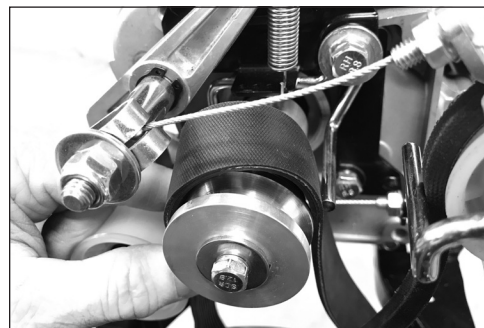

Figure 23
8. Pousser la courroie de marche avant vers le haut et la dégager de la poulie du moteur. VOIR FIGURE 23